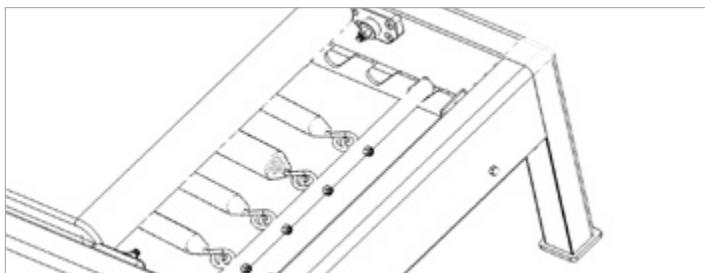

Fig. 6
Posizionare la barra delle molle con le estremità degli uncini rivolti verso l'alto all'interno dell'angolo dell'ingranaggio, come mostrato in fig. 6. Collegare almeno (1) molla a una vite con testa ad anello sulla barra delle molle.